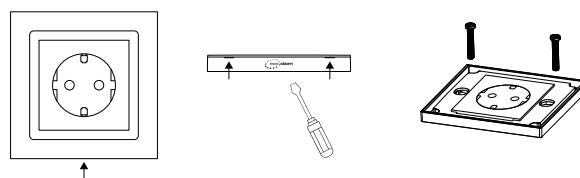

Figura 1
- 1 - Per aprire Stark QM Socket EU usare un cacciavite piatto e fare leva sui 2 inviti nella parte inferiore (Figura 1)
- Figura 1
- 1 - Para abrir Stark QM Socket EU, utilice un destornillador plano y haga palanca en las dos lengüetas de la parte inferior (Figura 1)